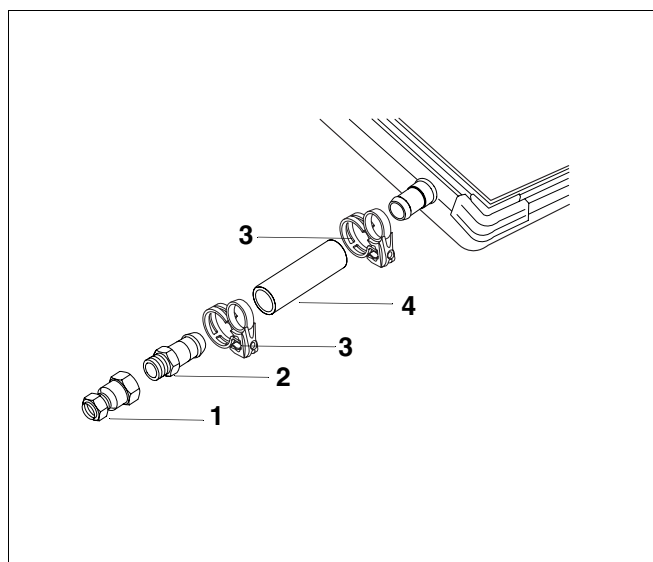

Fig. 6 Montaggio del sistema di serraggio diretto con anello Rp^{3/4}
- Avvitare l'innesto per tubo flessibile (fig. 6, **pos. 2**) al sistema di serraggio diretto con anello Rp^{3/4} (fig. 6, **pos. 1**).